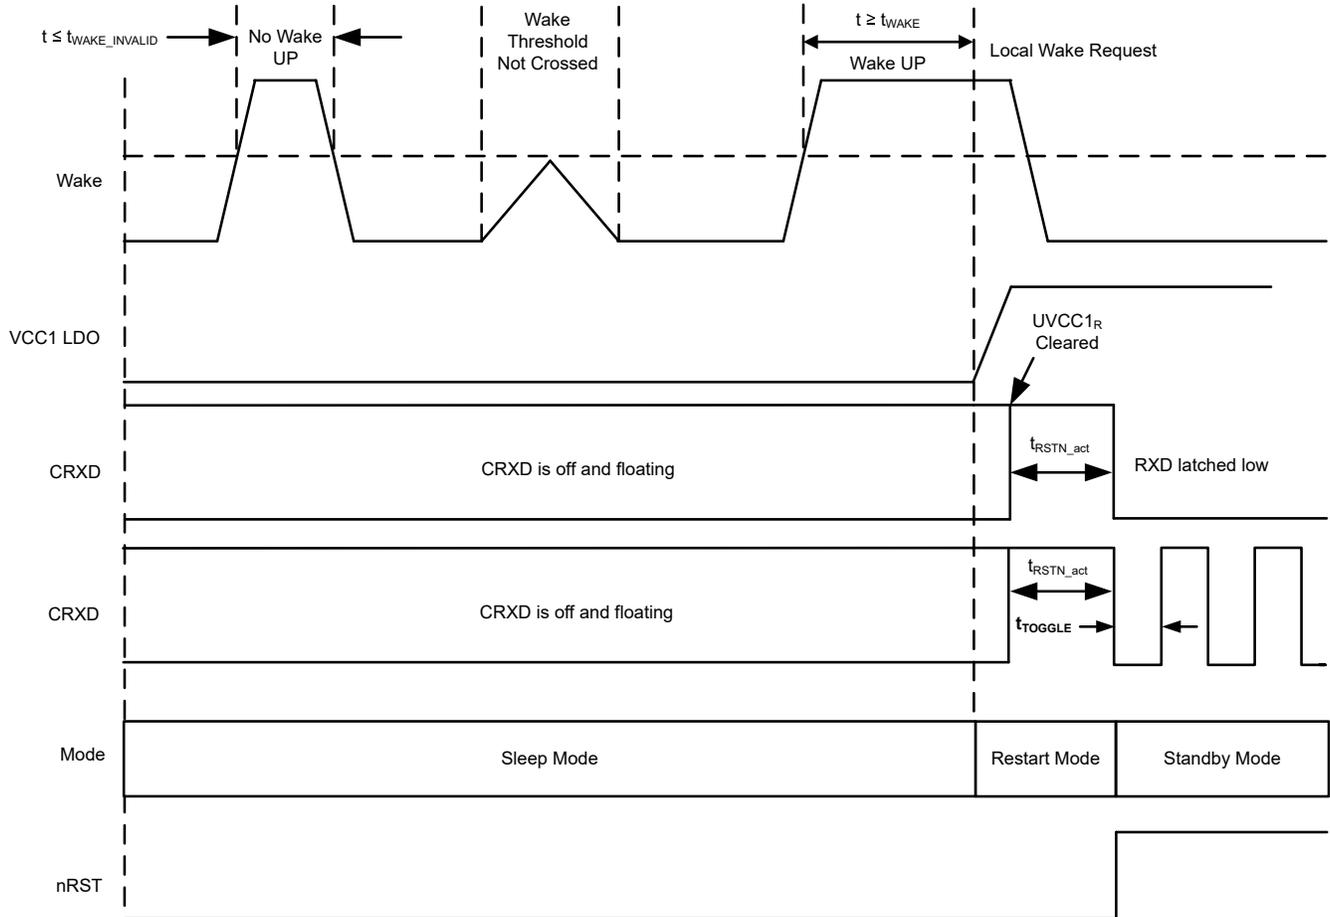
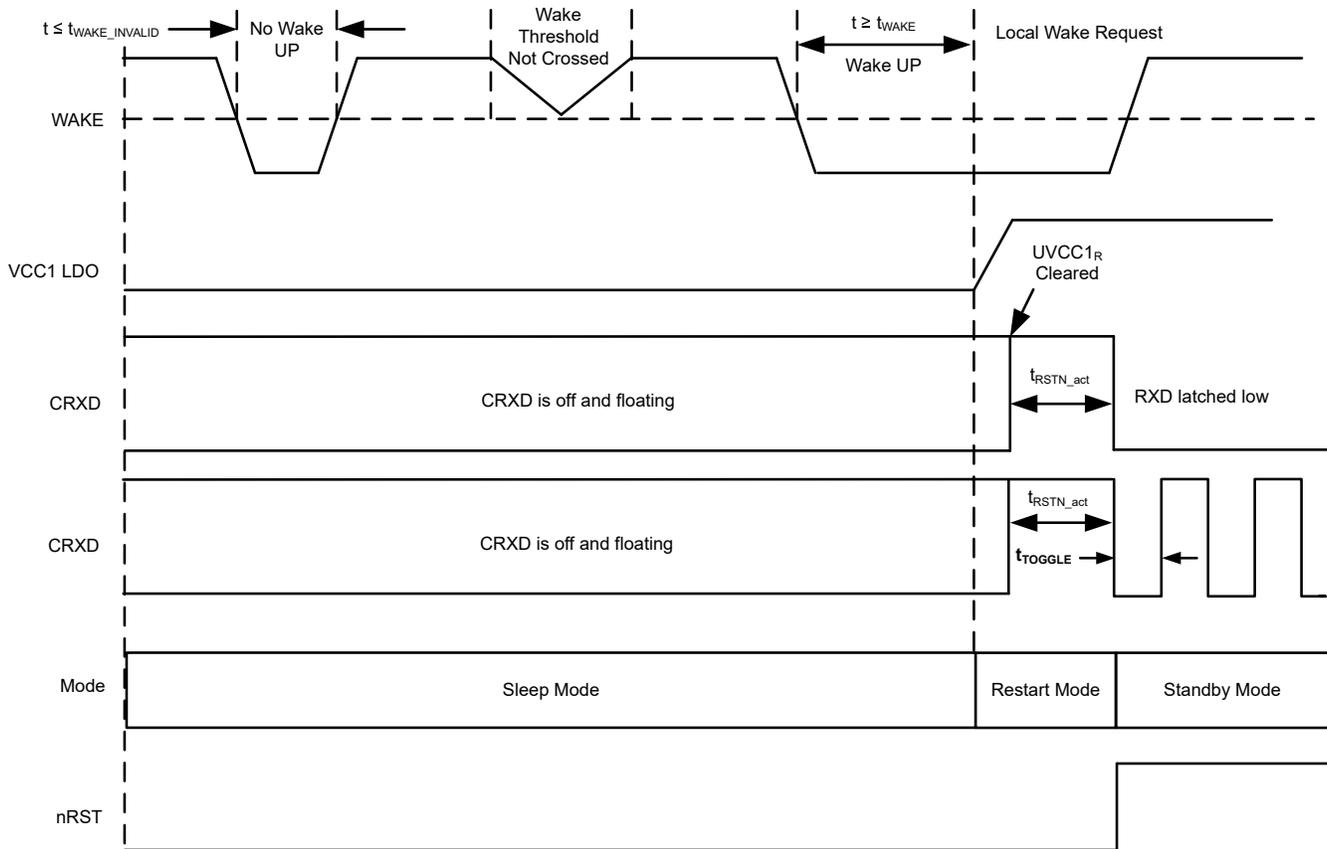

図 8-18. ローカルウェークアップ - 立ち上がりエッジ
図 8-19. ローカルウェイクアップ - 立ち下がりエッジ
WAKEx ピンは、WAKE\_CONFIG2、WAKE\_CONFIG4、WAKE\_CONFIG5 レジスタ内の WAKEx\_SENSE ビットのデフォルト値により、静的検出ウェイクが初期設定になります。WAKEx ピンはデフォルトでは双方向入力ですが、WAKE\_CONFIG レジスタ 8'h11[7:6] を使用することで、立ち上がりエッジと立ち下がりエッジの遷移に構成可能です。図 8-18 および 図 8-19 を参照してください。WAKE ピンはグランドに基づくウェイク入力であり、グランドまたは  $V_{SUP}$  に接続されたスイッチで使用できます。WAKEx ピンの入力スレッシュホールドは VCC1 レベルを基準にでき、プロセッサに直接接続または VCC1 レールに切り替えることができます。端子を使用しない場合は、不要な寄生ウェイクアップを防ぐためにグランドへ接続します。デバイスがスリープ モードに移行すると、WAKE 入力の状態遷移を決定する前に、WAKEx 端子の電圧レベルが  $t_{WAKE}$  の間 Low 状態または High 状態である必要があります。 $t_{WAKE\_INVALID}$  より小さいパルス幅はフィルタ処理されます。
- 図 8-18 と 図 8-19 は、立ち上がりエッジまたは立ち下がりエッジによる WAKE 入力の例を示しています。VCC1 > UVCC1 の状態でスタンバイモードに入ると、RXD は Low にプルされます。